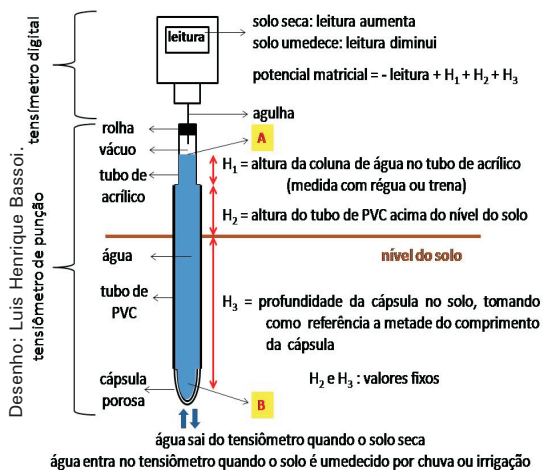

Figura 1. Leitura de um tensímetro digital para obter a força que o solo retém a água (potencial matricial).
O tensiômetro de punção é composto por um tubo de PVC, com comprimento variável em função da profundidade do solo que se deseja instalá-lo, ao qual é conectado uma cápsula porosa em uma extremidade e um tubo de acrílico na outra extremidade. O tensiômetro é preenchido com água, mas deve-se deixar um pequeno espaço entre o nível de água e a rolha de borracha com silicone, que é inserida no tubo de acrílico para a vedação do equipamento. O tensímetro é basicamente uma célula de carga com uma agulha e um mostrador digital para a leitura da medida realizada. A leitura é feita inserindo-se a agulha do tensímetro na rolha do tensiômetro, sem que a agulha toque na água (Figura 1).
O potencial matricial da água no solo (PM) é obtido por: $PM = -L + H1 + H2 + H3$; onde L é a leitura do tensímetro (centímetro de coluna de água-cca), H1 é a altura do nível de água no tubo de acrílico (cm), H2 é a altura do tubo de PVC acima do nível do solo (cm) e H3 é a profundidade da cápsula no solo, tomando-se como referência a metade de seu comprimento (cm). Essa contabilização de alturas em relação à leitura do tensímetro é feita porque a medida é feita no ponto A, mas o que interessa é a medida no ponto B, ou seja, na profundidade de solo desejada (Figura 1). A altura de H1 é variável, mas os valores de H2 e H3 são fixos para um mesmo tensiômetro. O tubo de acrílico, que permite a visualização do nível da água no interior do tensiômetro, tem 8 cm de comprimento, que pode variar de um fabricante para outro.